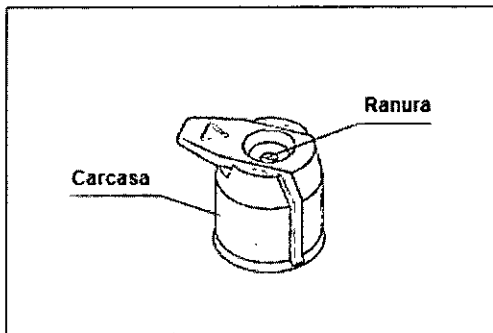

Figura 3.5
2. Compruebe si la válvula de biopsia está rota o dañada (véase la figura 3.5).